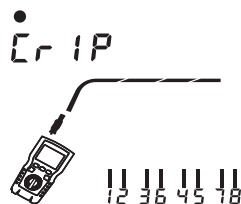

Bild 6.13 Anslutning till RJ45-kontakt
- (1) Starta testaren, ställ in modevalsknappen på TEST-läget och tryck på "PORT"-knappen för att byta till klämningstestporten. Gränssnittet visas i Bild 6.13, där testindikatorn "Cr IP" visas i det övre vänstra hörnet och kabelkartläggningsdiagrammet blinkar nedan.
- (2) Sätt i den klämda RJ45-kontakten i RJ45-uttaget på klämningstestporten. Klämstatusen för RJ45-kontakten kommer att visas i cirka 1 sekund.